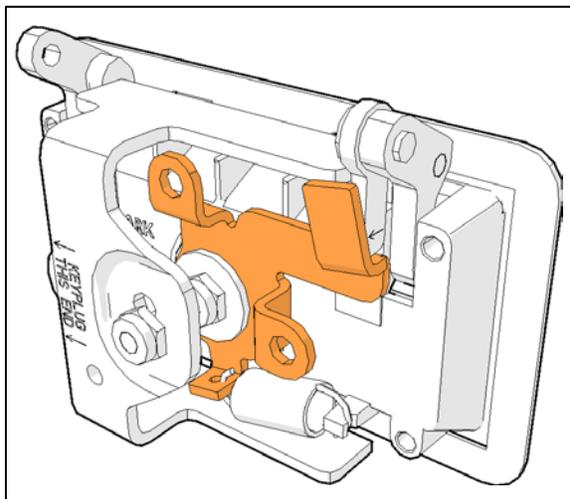

FIGURE 1
2. Vérifier le levier de la tige de transfert. Si la poignée existante de la porte d'entrée a le même levier que la nouvelle poignée (pièce #780432 Figure 1), installer la nouvelle poignée sans modification. Sinon, passer à l'étape 4 (option B).